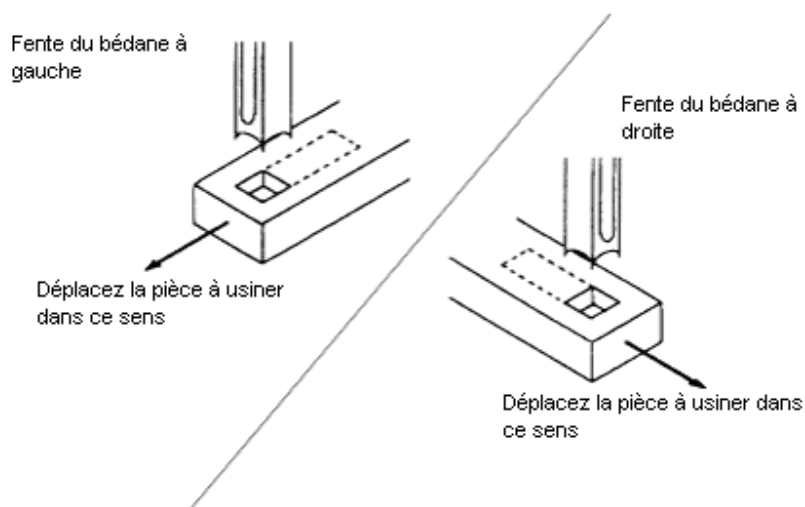

FIGURE 6
5. Après la première coupe, la pièce à usiner est déplacée avec le volant de manœuvre droit pour chaque coupe successive. Le sens de mouvement doit permettre de dégager les copeaux librement. Déplacez la pièce à usiner de sorte que la fente dessinée dans le bédane élimine les copeaux dans la partie *déjà découpée* de la pièce à usiner. Cf. Figure 6.